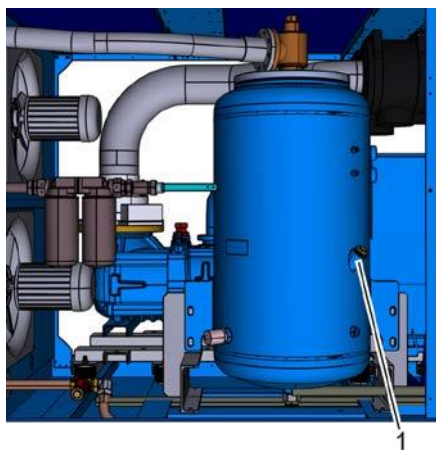

Рис. 40: Резьбовая пробка наливного отверстия
5. Отверните резьбовую пробку наливного отверстия (Рис. 40/1), извлеките ее и проследите за тем, чтобы не потерялось уплотнительное кольцо.